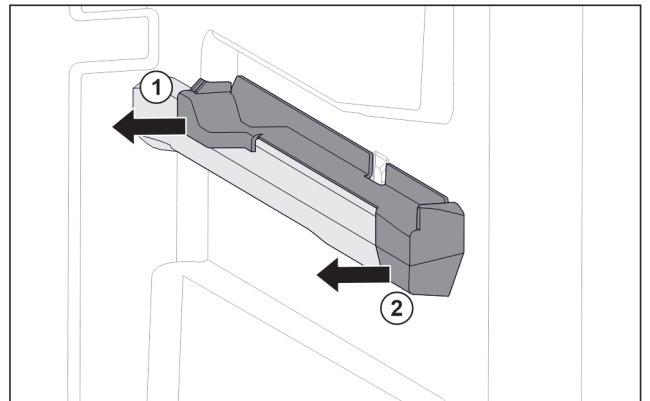

Fig. 146 Élément emboîtable sur la nervure de récipient droite
- ▶ Le retirer sur le côté par l'arrière. Fig. 146 (1)
- ▶ Le retirer sur le côté par l'avant. Fig. 146 (2)